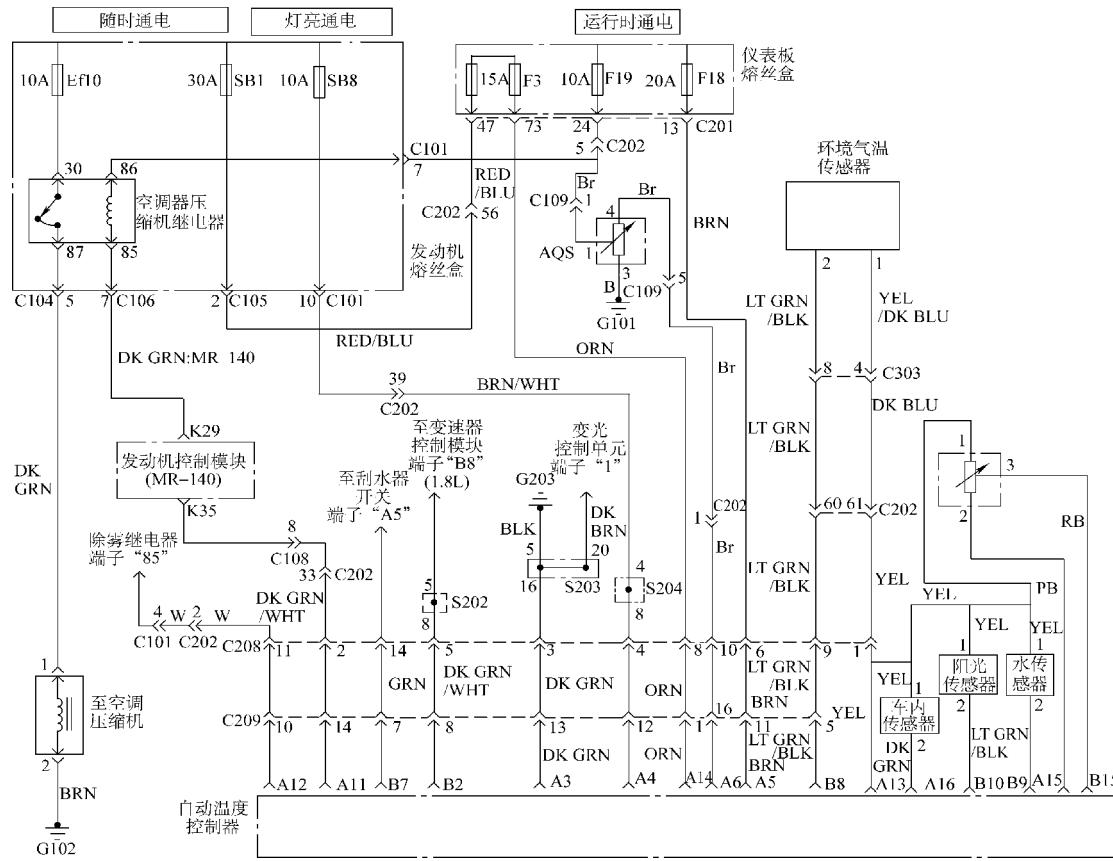
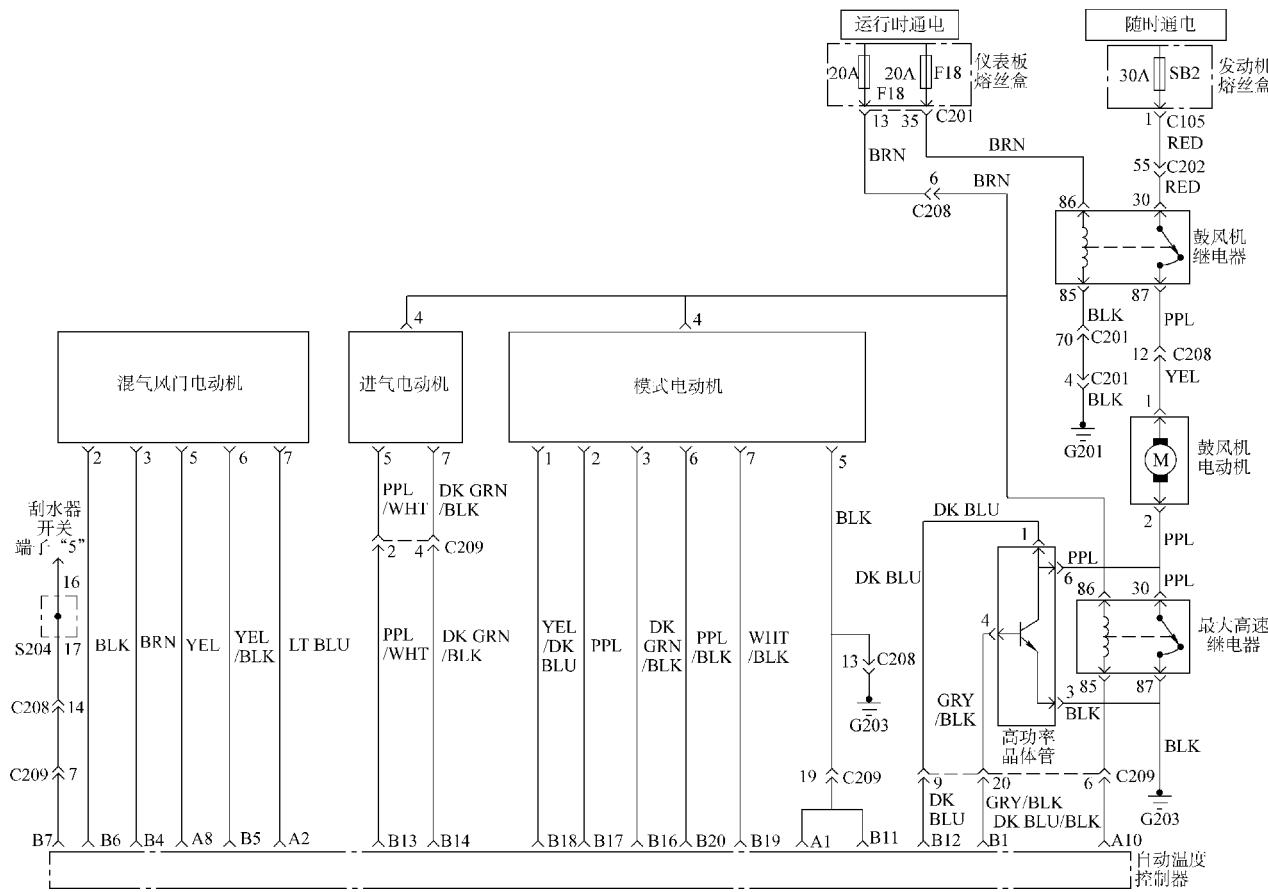

图 4-4 别克凯越空调器传感器/除霜和空调器压缩机控制参考电路
图 4-5 别克凯越空调器鼓风机和电动机控制参考电路
3. 别克凯越空调器传感器/除霜和空调器压缩机控制参考电路、空调器鼓风机和电动机控制参考电路(见图4-4、图4-5)